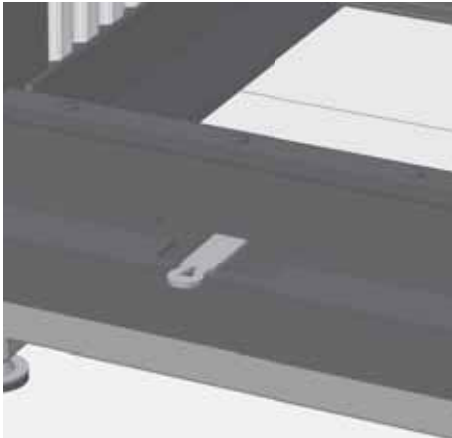

Abb. 3.3 Lufthebel ohne Führungslager
- ② Führungslager nach vorne abziehen (Abb. 3.3),